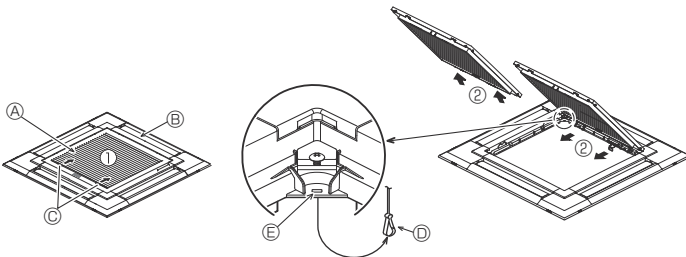
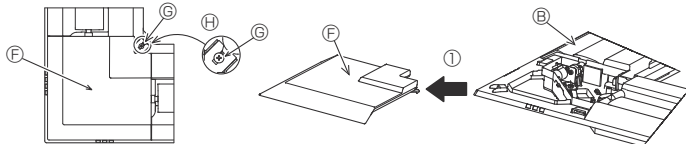

Fig. 6-3
Fig. 6-4
- ① เครื่องหลัก
② พื้นผิวเพดาน
③ เกจติดตั้ง ② (สอดเข้าไปในเครื่องหลัก)
④ ขนาดช่องเปิดเพดาน
6.2.1. การถอดตะแกรงช่องลมดูดเข้า (Fig. 6-3)
- เลื่อนที่จับไปตามทิศทางของลูกศร ① เพื่อถอดตะแกรงช่องลมดูดเข้า
- ในสภาพที่ตะแกรงช่องลมดูดเข้าเปิดอยู่ ถอดที่ยึดตะแกรงช่องลมดูดเข้าออกจากตะแกรงตามลูกศร ②
6.2.2. การถอดฝาครอบมุม (Fig. 6-4)
- คลายสกรู 4 ตัวที่มุม เลื่อนฝาครอบมุมไปในทิศทางตามลูกศร ① ในภาพ และถอดฝาครอบมุมออก
- [Fig. 6-3] [Fig. 6-4]
- ① ตะแกรงช่องลมดูดเข้า
② ตะแกรง ①
③ ที่จับของตะแกรงช่องลมดูดเข้า
④ ขอเกี่ยวของตะแกรง
⑤ รูสำหรับขอเกี่ยวของตะแกรง
⑥ ฝาครอบมุม
⑦ สกรู
⑧ รายละเอียด